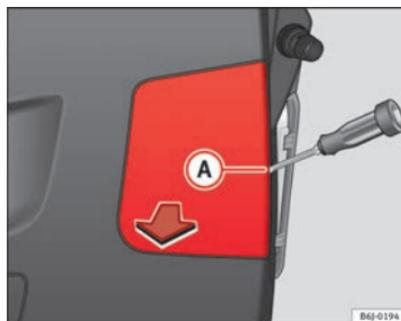

Fig. 181 Luces en el portón
- Retire dicha tapa con ayuda de un destornillador de punta plana colocado en la ranura indicada (A) ⇒ fig. 181.